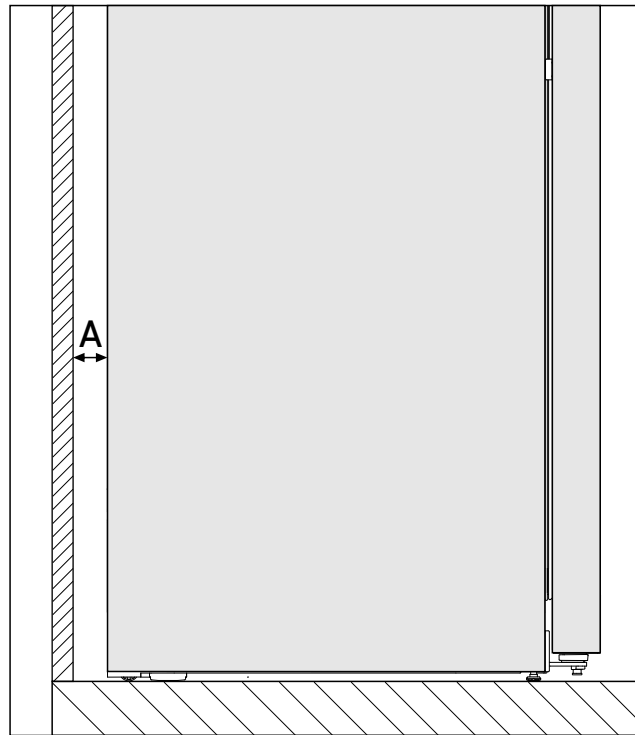

Fig. 3*
Spotřeba energie byla zjištěna s ohledem na vzdálenost od stěny Fig. 3 (A) mezi zadní stranou spotřebiče a stěnou. Pokud je vzdálenost od stěny menší než Fig. 3 (A), nemá to žádný vliv na funkčnost spotřebiče, avšak při menší vzdálenosti od stěny se mírně zvýší spotřeba energie.*